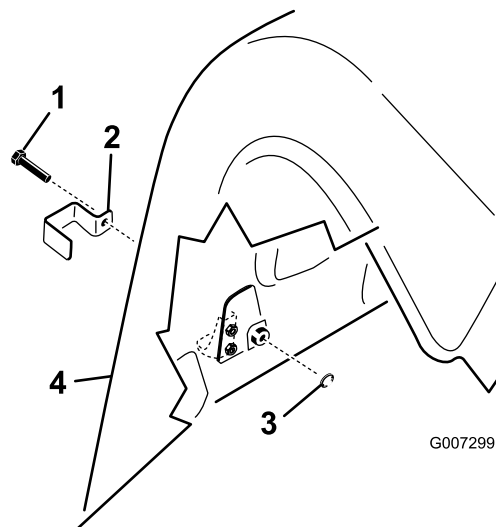

Figura 15
1. En el modelo ProCore 864, instale un soporte del enganche sobre los pestillos de derecha e izquierda del capó superior y del capó inferior de la parte trasera con un perno completamente roscado (cuatro en total) (Figura 15).
2. En el modelo ProCore 1298, instale un soporte del enganche sobre todos los pestillos del capó inferior de la parte trasera y el pestillo del capó superior exterior tanto en la cubierta trasera de la derecha como la de la izquierda con un perno completamente roscado (tres por cabezal de perforación, seis en total) (Figura 15).
3. Usando unos alicantes o una llave inglesa, rosque una arandela de seguridad interna en cada perno (1-2 roscas) para asegurar el pestillo (Figura 15).